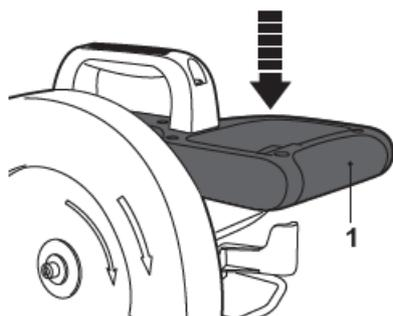

Fig. 20
- > Abaissez la poignée [1] et tirez sur le boulon de verrouillage [25] pour le sortir de sa position verrouillée (Fig. 20, 21).